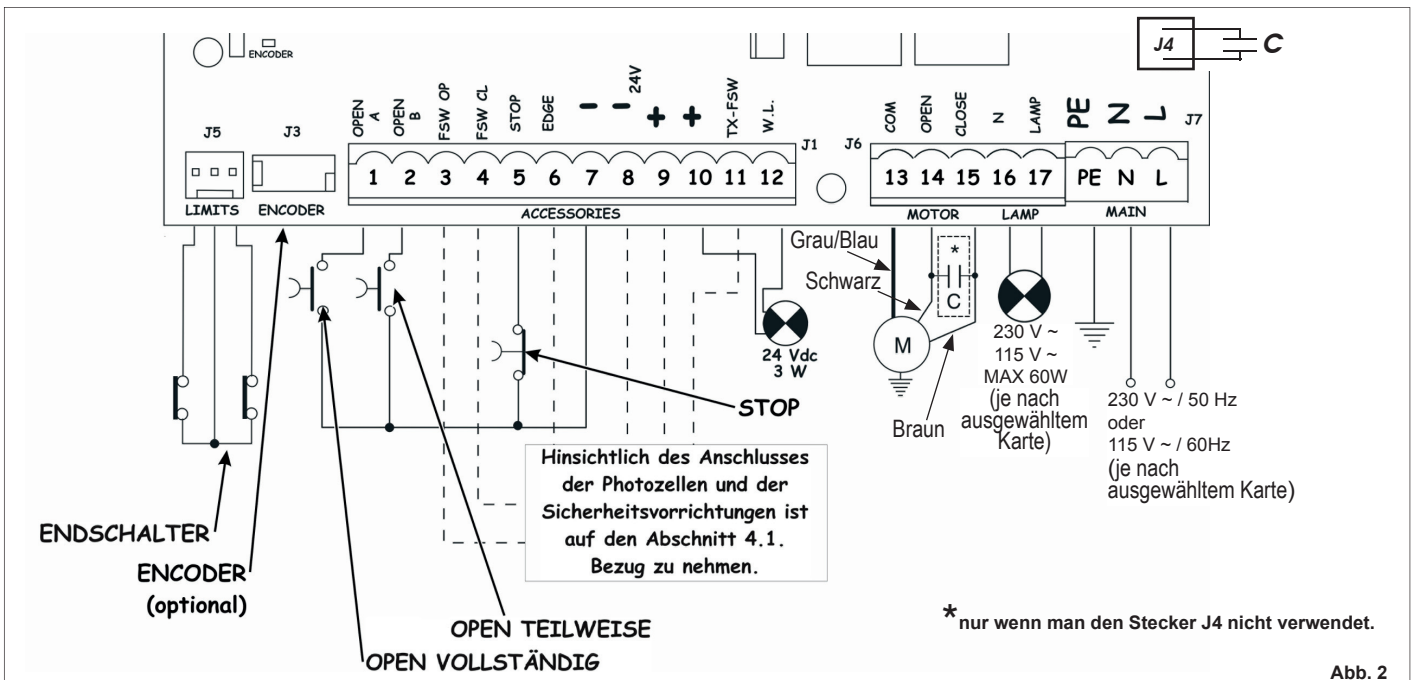

Abb. 2
4.2. Klemmenbrett J7 - Versorgung (Abb. 2)	Seite.4
4.3. Klemmenbrett J6 - Motoren und Blinkleuchte (Abb. 2)	Seite.4
4.4. Klemmenbrett J1 - Zusatzgeräte (Abb. 2)	Seite.4
4.6. Stecker J6 - Schnellanschluß Endschalter (Abb. 2)	Seite.5
4.7. Stecker J3 - Schnellanschluß Encoder (Abb. 2)	Seite.5
Das Erdungskabel ist an die entsprechende Klemme auf dem Stecker J7 des Geräts anzuschließen (siehe Abb. 2).
4.2. Klemmenbrett J7 - Versorgung (Abb. 2)
4.3. Klemmenbrett J6 - Motoren und Blinkleuchte (Abb. 2)
4.4. Klemmenbrett J1 - Zusatzgeräte (Abb. 2)
4.6. Stecker J6 - Schnellanschluß Endschalter (Abb. 2)
4.7. Stecker J3 - Schnellanschluß Encoder (Abb. 2)